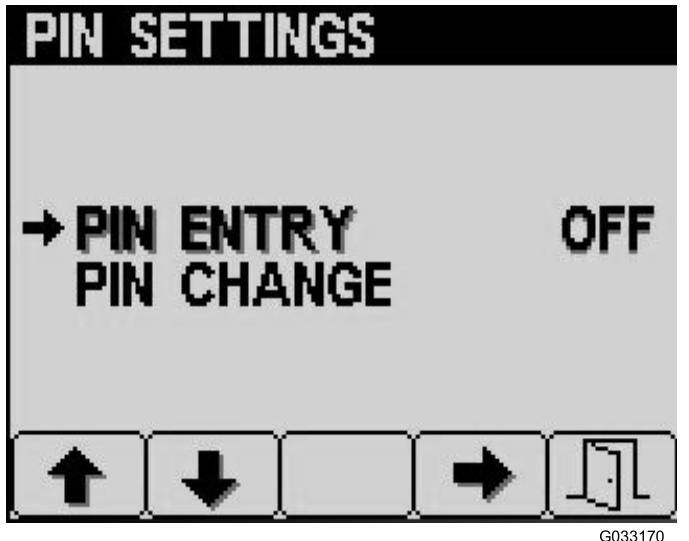

Figura 14
5. Prima o botão 2 até chegar à opção de Alterar o PIN no ecrã de definições do PIN e prima o botão 4 para selecionar alterar o PIN (Figura 14).